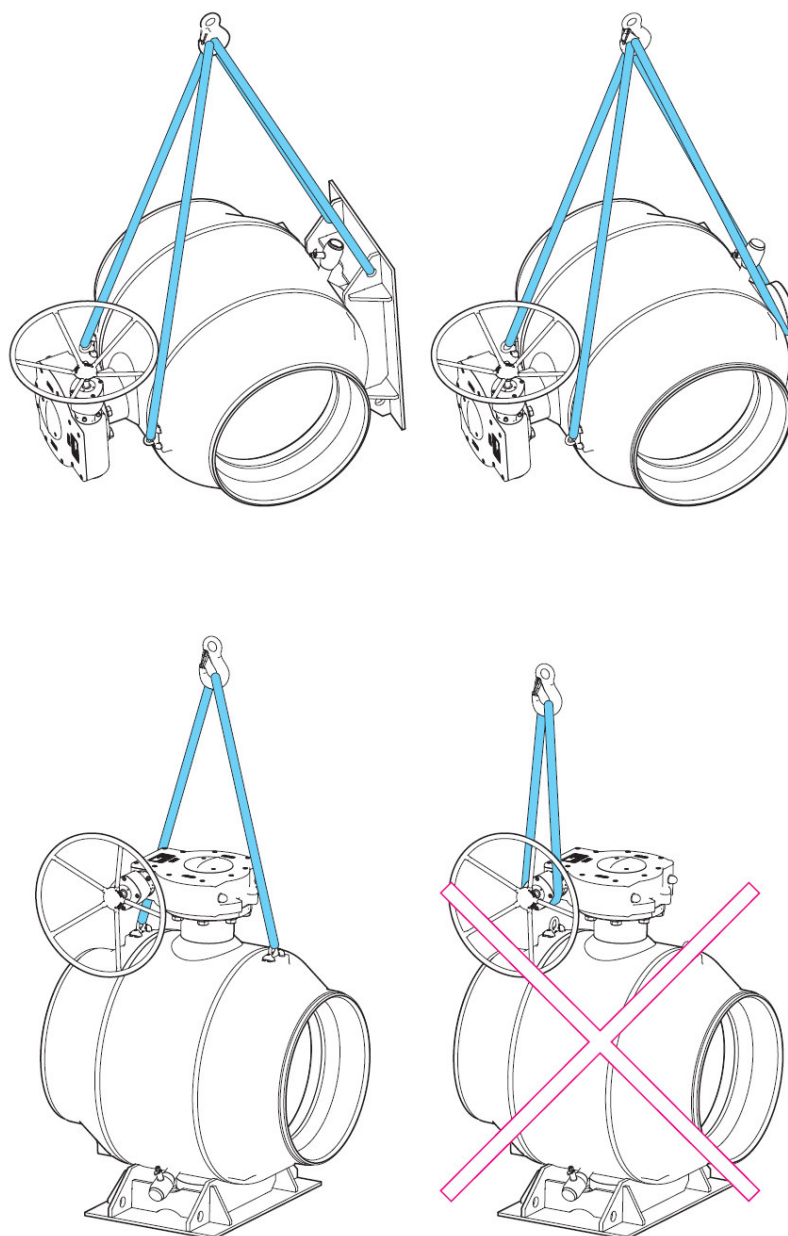

Abbildung 3.
- Das Ventil bzw. das Ventilelement dürfen nicht am Stellantrieb angehoben werden. Falls das Ventil mit Hebeösen versehen ist, sind diese zu verwenden (siehe Abb. 3). Stürzen oder nicht ordnungsgemäßes Anheben des Ventils kann zu Personen- oder Sachschäden führen.